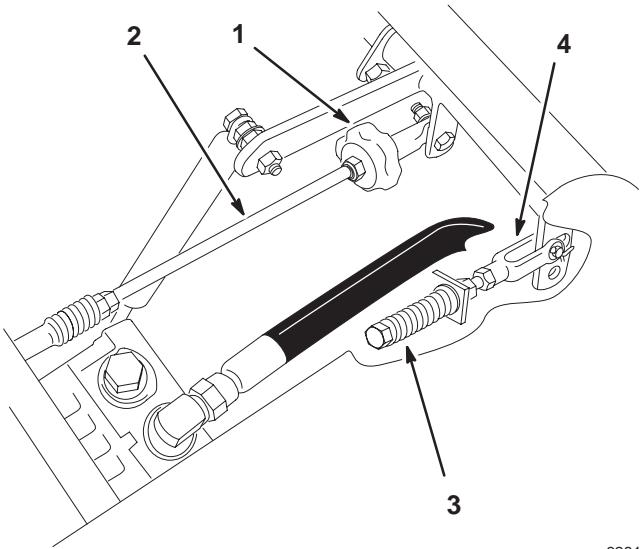

Figure 54
2. Réglez la longueur de la tige de pompe en tournant le bouton dans le sens voulu, jusqu'à ce que la roue soit immobilisée ou tourne légèrement en marche arrière (Fig. 54).